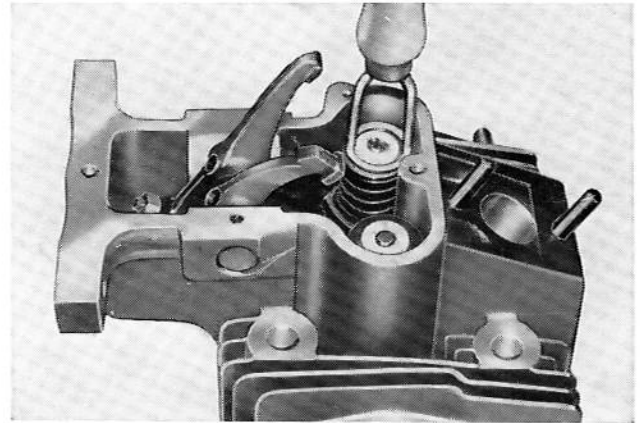

Fig. 72
- Enfiler l'axe avec bague d'étanchéité et culbuteurs. Sur le culbuteur d'échappement il y a un méplat pour l'arbre de décompression (fig. 72).